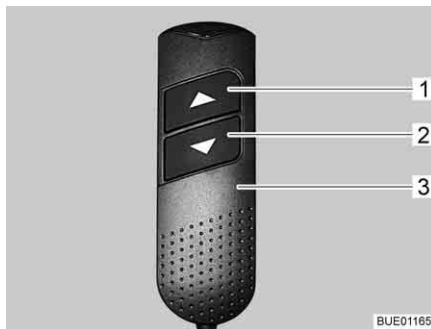

Fig. 110 Elemento de mando manual
- En el elemento de mando manual (Fig. 110,3), pulsar la tecla "▼" (Fig. 110,2) y mantenerla pulsada. La sección de los pies se introducirá. Las cabeceras del somier se levantarán.
- En el elemento de mando manual (Fig. 110,3), pulsar la tecla "▲" (Fig. 110,1) y mantenerla pulsada. La sección de los pies se extenderá. Las cabeceras del somier se bajarán.
- En el elemento de mando manual (Fig. 110,3), pulsar las teclas "▼" (Fig. 110,2) o bien "▲" (Fig. 110,1) hasta que se haya alcanzado la posición deseada.